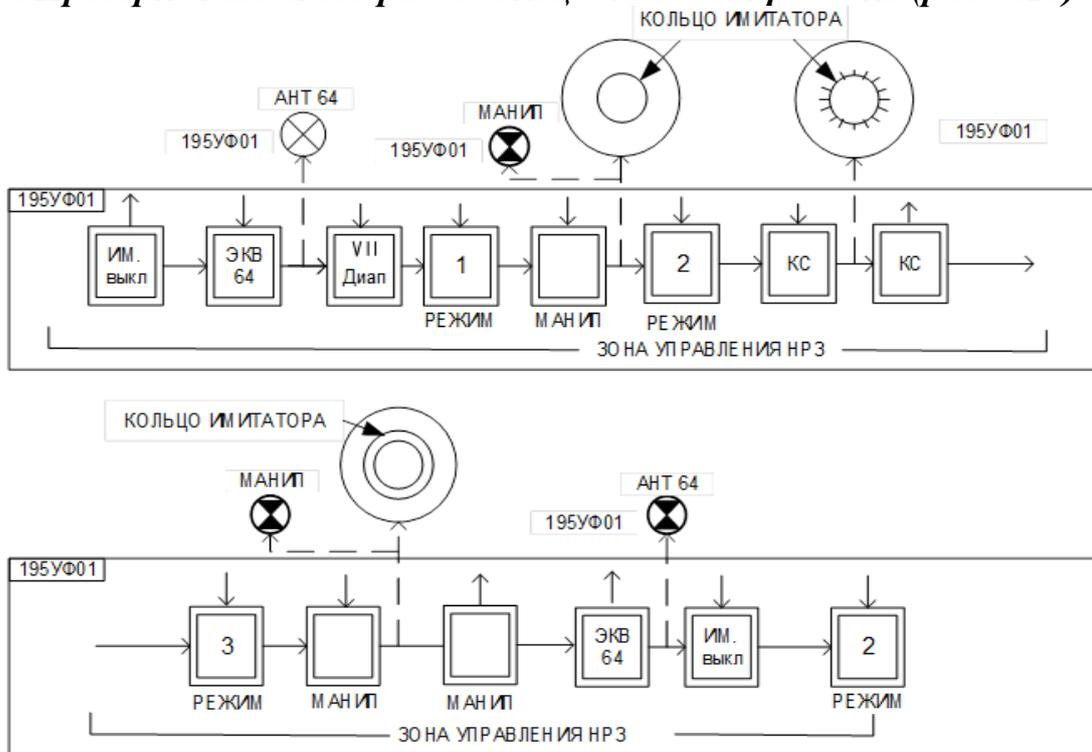

Рис. 7.13. Проверка наземного радиолокационного запросчика
7. Проверка наземного радиолокационного запросчика (рис. 7.13).